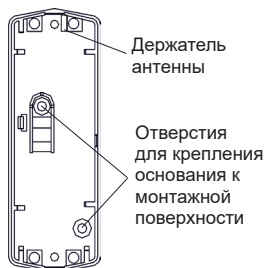

Рисунок 2 – Основание
9.1 Выберите место установки извещателя и произведите разметку для его крепления. Для разметки может быть использовано основание (рисунок 2). Закрепите основание шурупами.
ВНИМАНИЕ! Антенна должна быть установлена на держатель (см. рисунок 2). Размещение антенны вне держателя существенно снижает дальность радиосвязи.